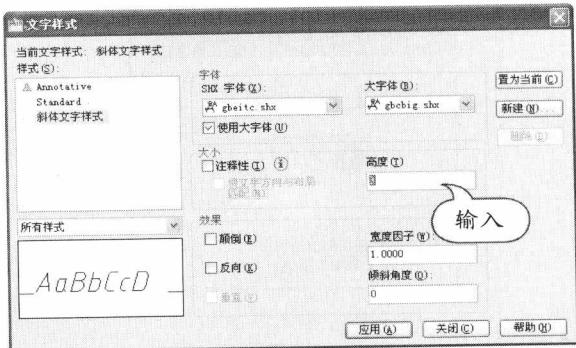

图 1-16 设置文字高度
**STEP 05** 设置文字高度。输入文字高度，如图 1-16 所示。